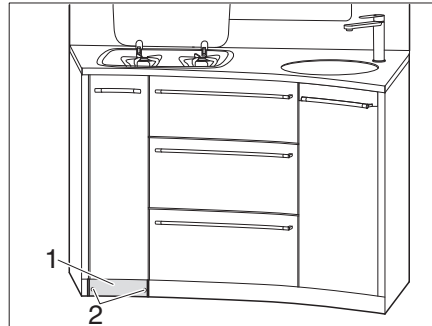

Fig. 123 Destornillar el zócalo
- Desatornillar 2 tornillos (Fig. 123,2) en el zócalo (Fig. 123,1).
- Retirar el zócalo (Fig. 123,1).